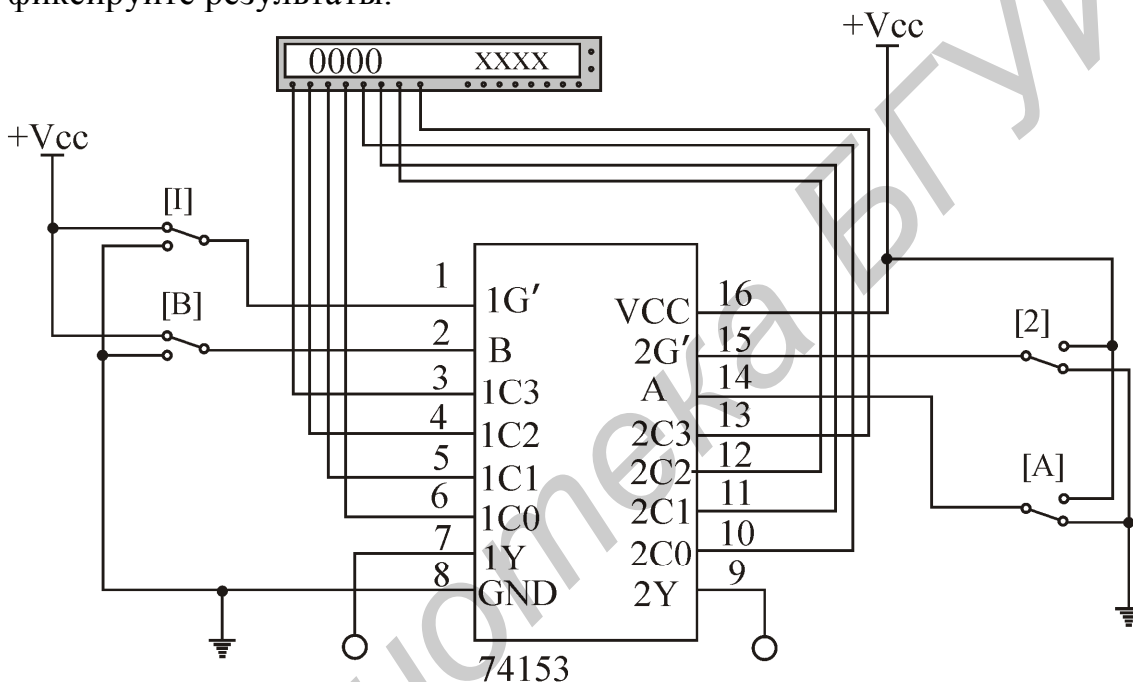

Рис.3.22. Исследование мультиплексора
10.1. Соберите схему, как показано на рис.3.22.